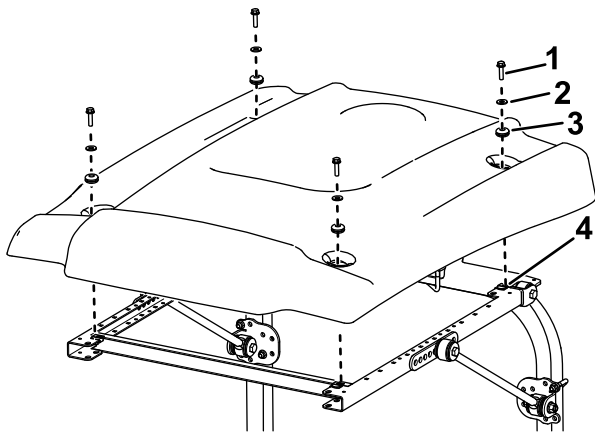

Bild 45
9. Positionieren Sie das Sonnendach beim Ausfluchten der Befestigungslöcher am Rahmen wie in Bild 45 abgebildet.
10. Befestigen Sie jede Ecke des Sonnendachs mit einer Bundkopfschraube (5/16" x 1"), einer kleinen Scheiben und einer Scheibe lose am Rahmen (Bild 45).